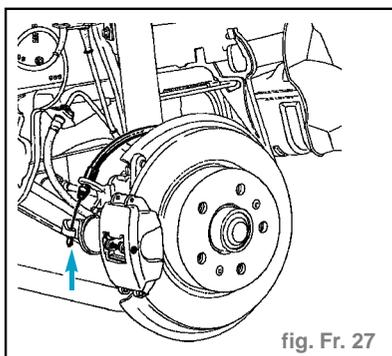

fig. Fr. 27
- du débattement des leviers de frein à main et les amener en butée vers le bas. (fig. Fr. 27)